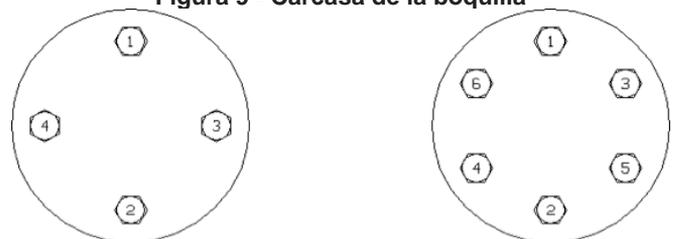

Figura 10 – Secuencias de torsión de pernos para bridas de boquilla
3. Instale las tuercas del espárrago del cuerpo y apriételas en la secuencia indicada en la Figura 10 en función del número de pernos en el patrón de pernos y el par al valor indicado en el plano del conjunto de descarga en al menos 6 pasos de par iguales (10 %, 20 %, 40 %, 60 %, 80 % y 100% del valor indicado) a menos que se especifique lo contrario.